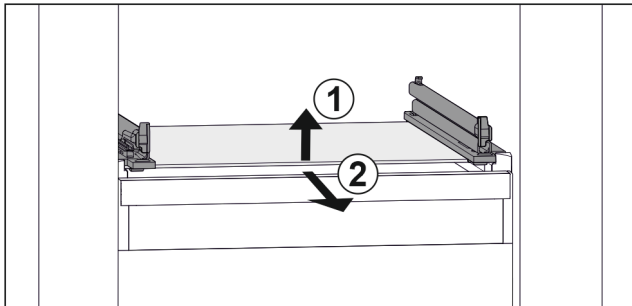

Fig. 106 Exemple de représentation de la tablette en verre
- Soulever la tablette en verre par l'avant. Fig. 106 (1)
- Retirer la tablette en verre par l'avant. Fig. 106 (2)